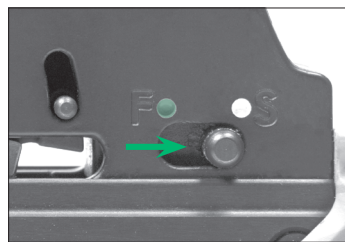

FIGURE 12
2. Glissez le cran de sûreté de la position « FIRE » (lettre F) à la position « SAFE » (lettre S) (Fig. 12).
4. Inspectez soigneusement le cran de sûreté pour vous assurer qu'il est entièrement à la position « SAFE » (Fig. 12). Si le cran de sûreté n'a pas été déplacé à fond vers l'arrière et s'il n'est pas placé au niveau du point BLANC, cela signifie qu'il n'a pas été placé sur la position « SAFE » et qu'il est toujours sur la position « FIRE ». Toujours inspecter visuellement le cran de sûreté pour s'assurer qu'il est à la position désirée.
⚠ AVERTISSEMENT: SI POUR UNE RAISON QUELCONQUE, LE CRAN DE SÛRETÉ NE SE DÉPLACE PAS COMPLÈTEMENT SUR LA POSITION « SAFE » (FIG. 12), DÉSARMEZ L'ARBALÈTE DE FAÇON SÉCURITAIRE EN UTILISANT UNE FLÈCHE TEL QUE DÉCRIT À LA SECTION 9.2 NE PAS UTILISER L'ARBALÈTE. APPELEZ LE SERVICE À LA CLIENTÈLE AU 715-718-3574 POUR OBTENIR UNE RÉPARATION AUTORISÉE.